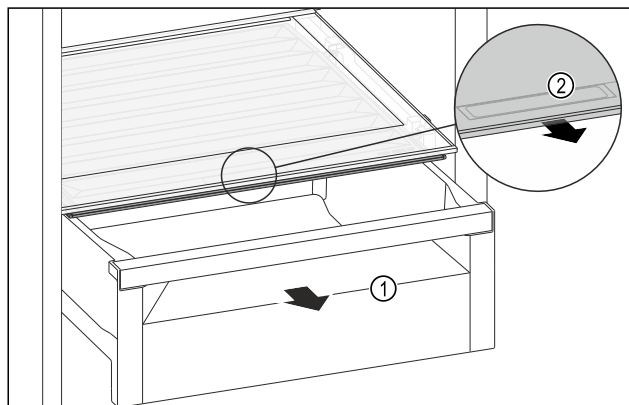

Fig. 121
- ▶ Извлеките выдвижной ящик Fig. 121 (1).
- ▶ Возьмитесь за утопленную ручку Fig. 121 (2) на крышке отделения и одновременно потяните крышку отделения вперед.